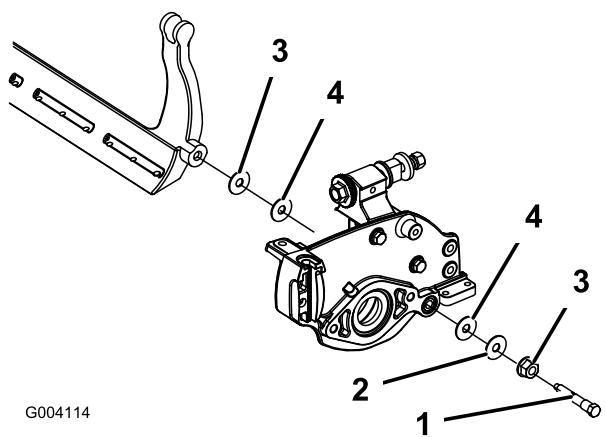

図 59
4. 各ベッドバー・ボルトを抜いて、ベッドバーを下に引き抜いて外す。ベッドバーの両端にナイロン・ワッシャとスチール・ワッシャが2枚ずつあるので注意する（図 59）。